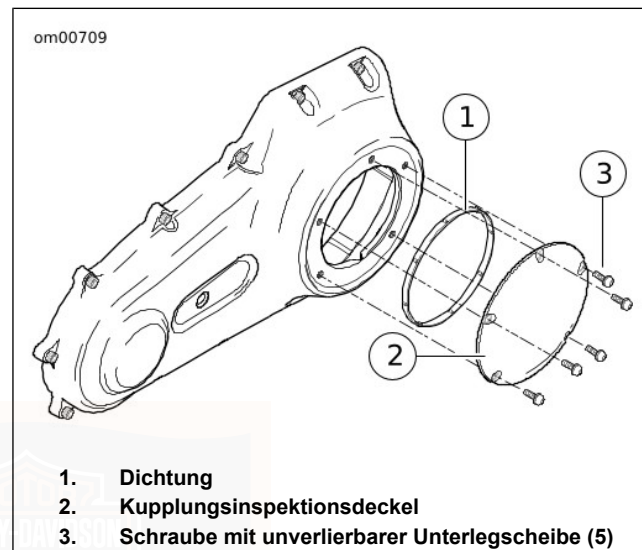
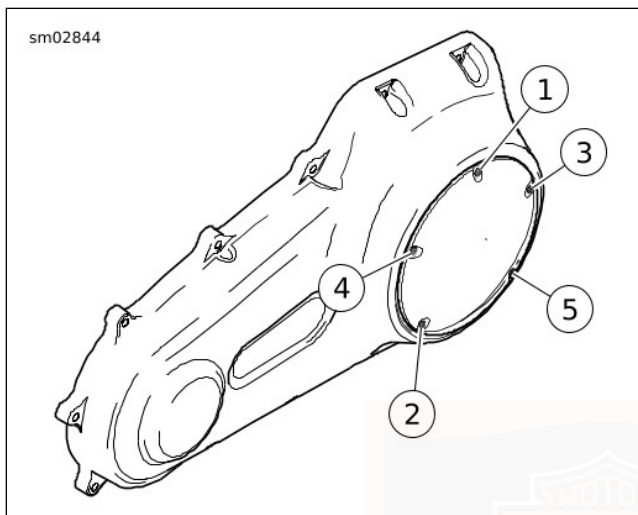

Abbildung 35. Kupplungsdeckel
Abbildung 36. Anzugsreihenfolge für Kupplungsinspektionsdeckel
7. Siehe Abbildung 35. Die Schrauben und unverlierbaren Unterlegscheiben (3) und den Kupplungsinspektionsdeckel (2) entfernen.
8. Dichtung (1) entfernen. Das Öl von der Nut im Kettengehäusedeckel und der Befestigungsfläche abwischen.
- b. Siehe Abbildung 35. Die **neue** Dichtung (1) in die Nut des Kupplungsinspektionsdeckels einsetzen. Jede Noppe auf der Dichtung in die Nut drücken.
- c. Den Inspektionsdeckel mit Schrauben und unverlierbaren Unterlegscheiben (3) sicher befestigen.
- d. Siehe Abbildung 36. In der dargestellten Reihenfolge auf ein Drehmoment von 9,5–12,2 N·m (84–108 **in-lbs**) anziehen.